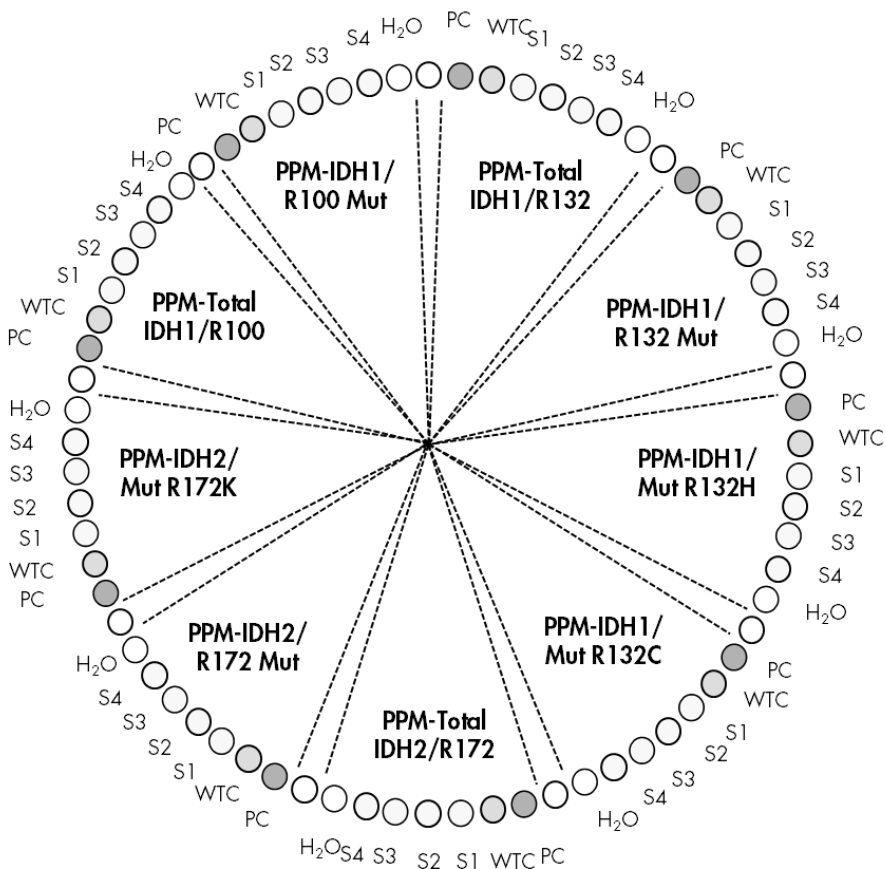

Figure 2. Suggestion de configuration de rotor pour une expérience avec le kit *therascreen* IDH1/2 RGQ PCR.
- Nous recommandons de tester tous les échantillons une fois par analyse PCR, comme indiqué dans le tableau 2 et d'utiliser un agencement de bloc de chargement et une configuration de rotor comme indiqué dans le tableau 3 et la figure 2.
6. Placer les tubes dans l'adaptateur fourni avec l'instrument (Figure 2).